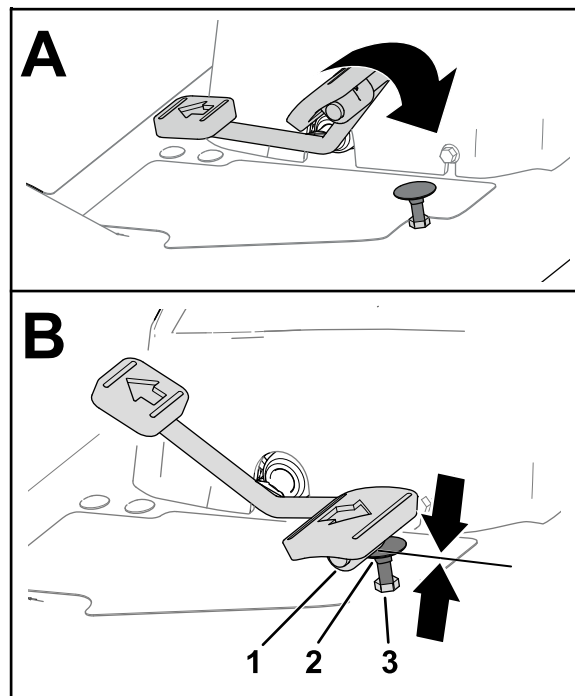
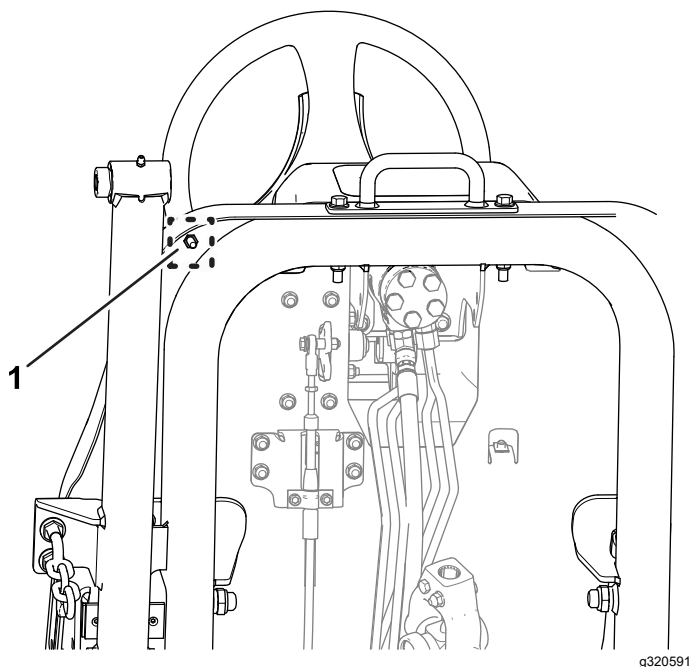

Рисунок 81
Рисунок 82
1. Переведите педаль хода до упора вперед (Рисунок 81).
- А. Удерживайте упор педали хода (Рисунок 81) ключом.
- В. Ослабьте контргайку в нижней части подножной пластины (Рисунок 82).
- C. Переместите педаль хода в максимальное положение вперед (Рисунок 81).
- D. Удерживая упор педали хода, отрегулируйте контргайку, расположенную над подножной пластиной (Рисунок 81), так, чтобы педаль хода касалась упора.
- F. Удерживая упор педали хода, затяните контргайку в нижней части подножной пластины (Рисунок 81 и Рисунок 82) с моментом от 37 до 45 Н·м.